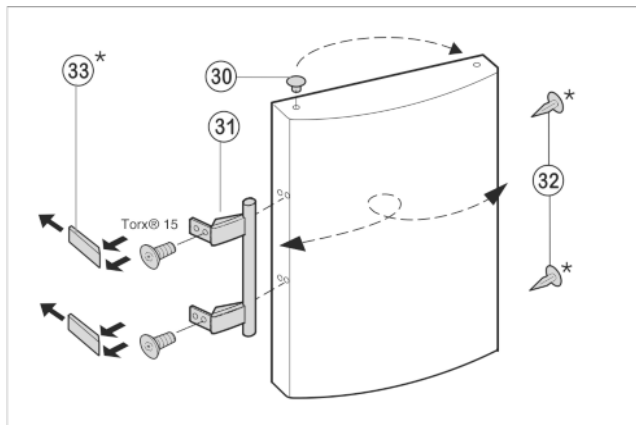

Fig. 7
- ▶ Витягніть пробки Fig. 7 (30) із втулок на дверцятах і переставте їх.
- ▶ Зніміть ручку дверцят Fig. 7 (31), пробки Fig. 7 (32) та пластини Fig. 7 (33) і переставте на протилежний бік.